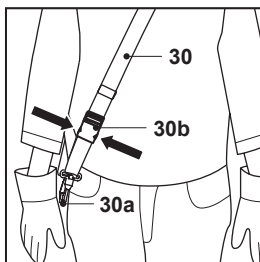

Fig. 23
5. În caz de urgență, ține manșonul confortabil (7a) al tijei posterioare (7) cu mâna stângă și folosește-ți mâna dreaptă pentru a apăsa pe cele două clemă ale accesoriului de eliberare rapidă (30b). Produsul și clema de fixare (30a) se vor desprinde automat de corp datorită greutății produsului (fig. 23).